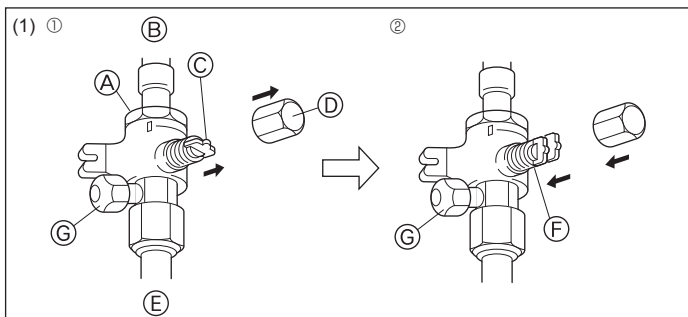
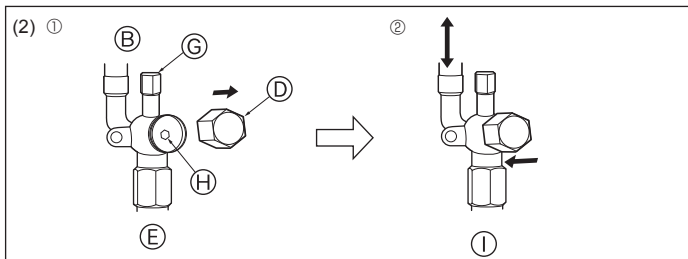

Fig. 4-9
Fig. 4-10
- (1) Lado del gas (Fig. 4-9)
- ① Quite la tapa, tire de la manivela hacia usted y gire 1/4 de vuelta hacia la izquierda para abrir.
- ② Cerciérese de que la válvula de parada esté completamente abierta, empuje la manivela y enrosque la tapa en su posición original.
- (2) Lado del líquido (Fig. 4-10)
- ① Abra la tapa y gire la varilla de válvula hacia la izquierda hasta su tope, utilizando una llave hexagonal de 4 mm. Deje de girar cuando llega al tope. (Ø6,35: Aproximadamente 4,5 revoluciones) (Ø9,52: Aproximadamente 10 revoluciones)
- ④ Válvula
- ⑤ Lado de la unidad
- ⑥ Manivela
- ⑦ Tapa
- ⑧ Lado del tubo local
- ⑨ Lado de posición abierta
- ⑩ Puerto de servicio
- ⑪ Orificio de llave